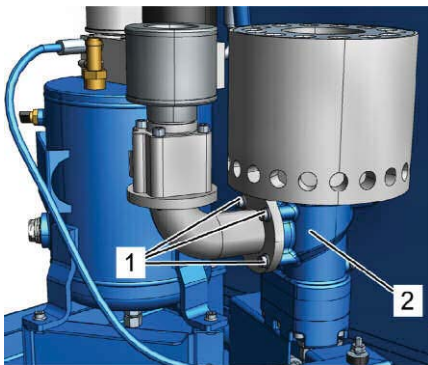

Рис. 28: Демонтаж регулятора впуска
1. Отверните крепежные винты регулятора впуска (Рис. 28/1) и извлеките их.
3. Залейте охлаждающую жидкость в ступень компрессора (Рис. 28/2).
5. Установите и закрутите крепежные винты (Рис. 28/1) (☞ Приложение В «Моменты затяжки винтов» на странице 120).